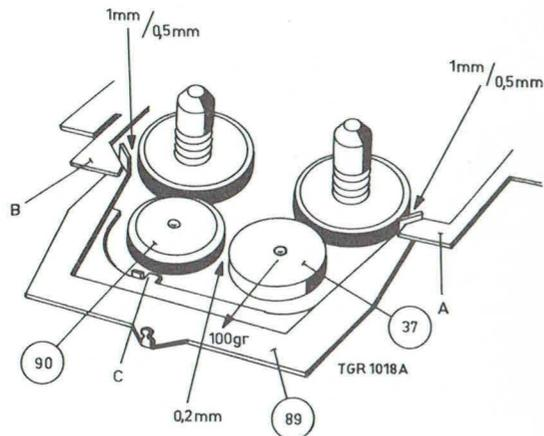

Fig. 5
- La force de compression de cette poulie doit être supérieure à 100 g mesurée comme indiqué en fig. 5.
Contrôle (voir fig. 5).
Réglage de l'étrier de freinage rep. 89 (voir fig. 5).